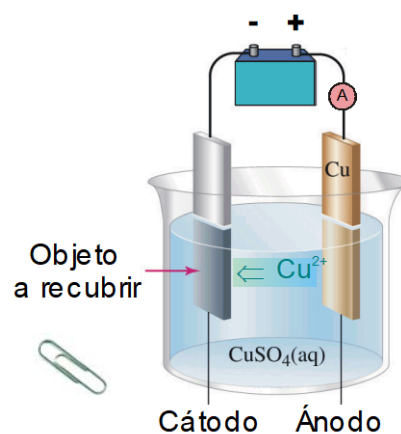

Figura 1
En esta práctica se realiza un sencillo experimento de electrodeposición de cobre. Se trata de construir una celda electrolítica con una fuente externa de alimentación eléctrica y de observar en ella la electrodeposición de una capa de cobre sobre un objeto de acero inoxidable, —como por ejemplo un *clip*— que actúa como cátodo de la celda. El electrolito es una disolución de sulfato de cobre(II) que aporta iones Cu^{2+} . Por último, el ánodo es una lámina de cobre metálico (ver figura 1).